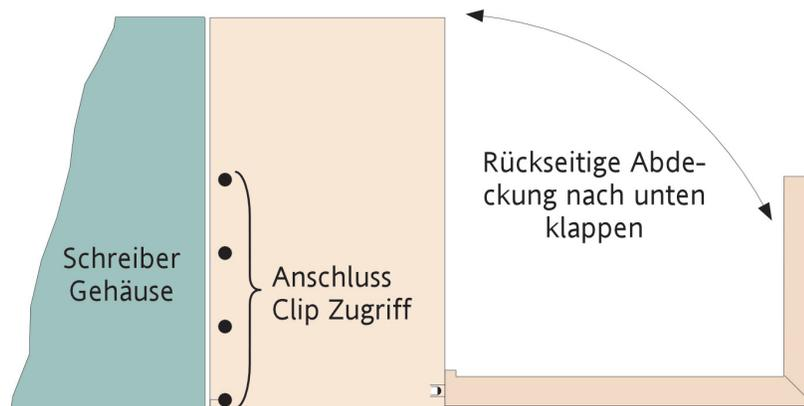
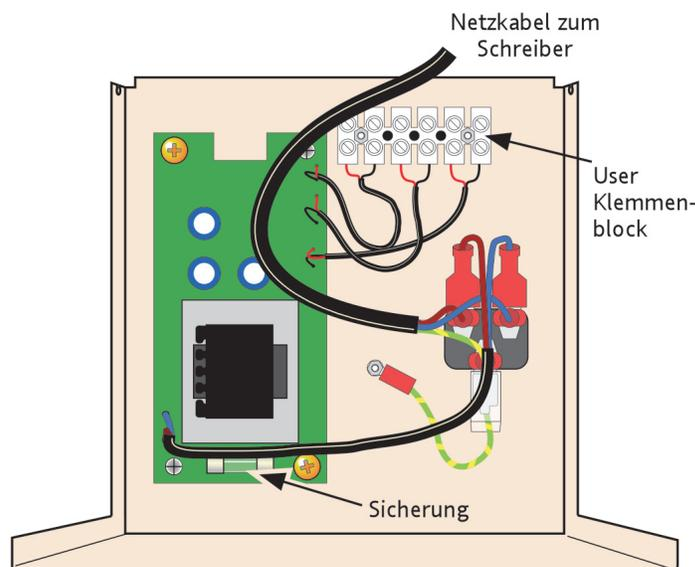

Abbildung 11.2.2b Öffnen der rückseitigen Abdeckung
Abbildung 11.2.2c Position der Sicherung und des User Klemmenblocks
- Öffnen Sie die Abdeckung (Abbildung 11.2.2b), um Zugriff auf die Anschlüsse usw. zu bekommen (Abbildung 11.2.2c).
- Die Position der Sicherung sehen Sie in Abbildung 11.2.2c dargestellt. Sie können nun entweder die Verdrahtung der Klemmenblöcke (Abbildungen 11.2.3a/b) vornehmen oder zuerst die Klemmenabdeckung vollständig entfernen (ab Schritt 5).
Anmerkung: Vier Öffnungen in jeder Seite der Klemmenabdeckung ermöglichen Ihnen das Lösen der Clips, die die E/A Anschlüsse auf der Schreiber Rückseite sichern. So können Sie die E/A Anschlüsse entfernen, wenn Sie z. B. den Schreiber aus dem Schaltschrank entfernen möchten. Die Positionen der Öffnungen sehen Sie in Abbildung 11.2.2b (rechte Seite gezeigt, linke Seite entsprechend) dargestellt.